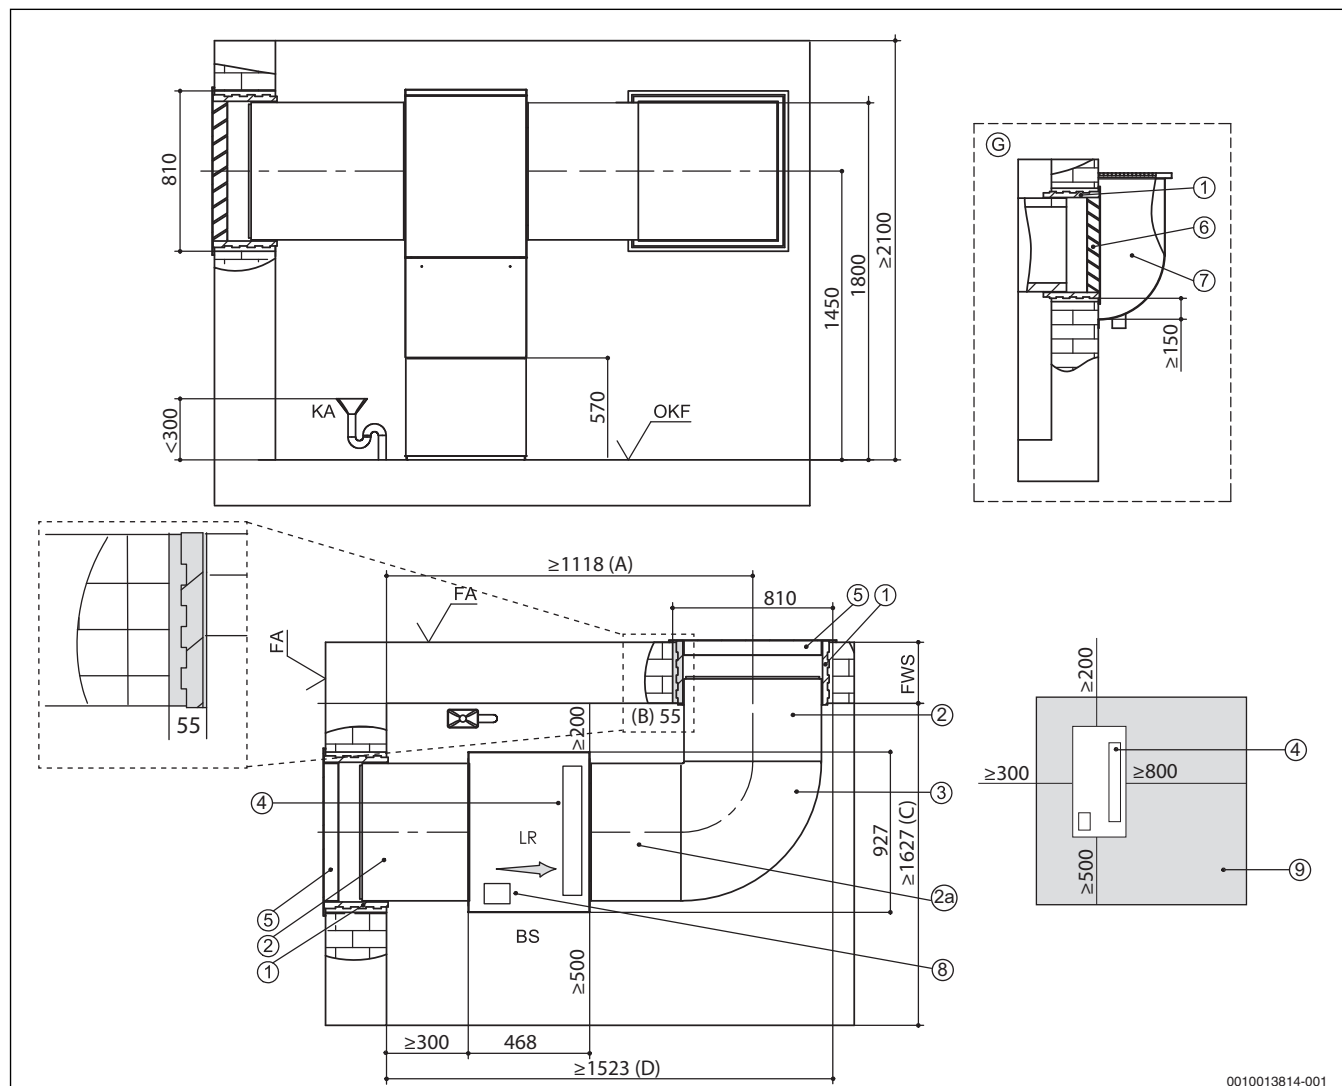
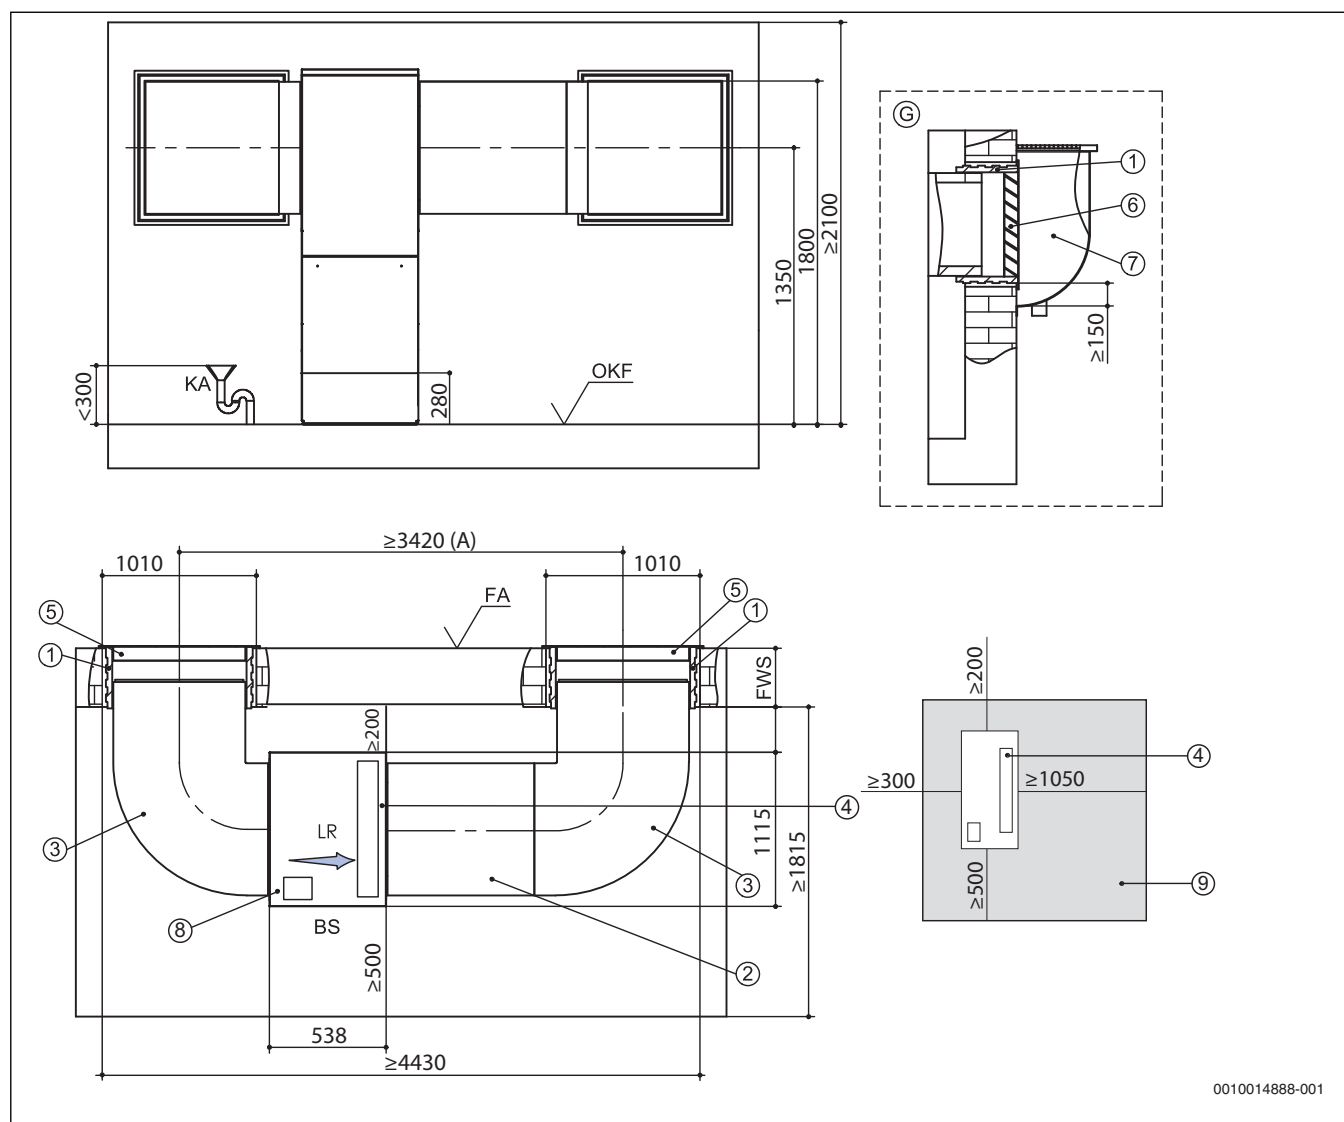

Bild 7 Aufstellplan Luftkanalsystem 700 für WLW196i-6/8 IR (alle Maße in mm)
Bild 8 Aufstellplan Luftkanalsystem 900 für WLW196i-11/14 IR (alle Maße in mm)
- 1450 mm für Wärmepumpen mit 6/8 kW (→ Bild 7, Seite 6)
- 1350 mm für Wärmepumpen mit 11/14 kW (→ Bild 7, Seite 7)
Im Aufstellraum muss ein Kondensatablauf vorhanden sein. Die Höhe des Anschlusses ist in den Aufstellplänen eingetragen ($\rightarrow$ Bild 7, Seite 6 und Bild 8, Seite 7).